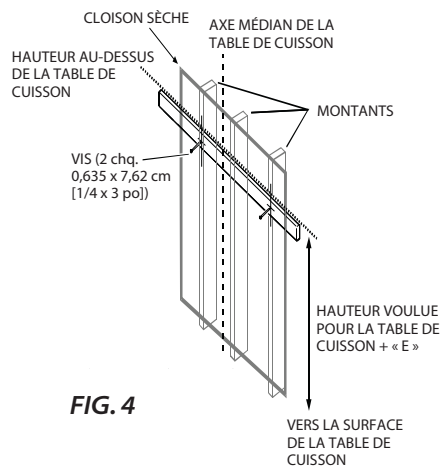

FIG. 4
Après avoir déterminé la hauteur d'installation de la hotte, tracez une ligne horizontale au-dessus de la table de cuisson égale à la hauteur d'installation voulue plus dimensions « E » (voir le tableau de la figure 4).
- Localisez les montants derrière le mur en tapant sur le mur ou en utilisant un localisateur de montants. Localisez un montant d'un côté ou de l'autre de l'axe médian de la table de cuisson qui servira à monter le support en bois tel qu'indiqué à la figure 4.
- Utilisez 2 à 4 vis à bois à tête plate 1/4 x 3 po pour fixer le support au mur tel qu'indiqué à la figure 4. Dans le cas de hottes plus longues, utilisez trois ou quatre montants dans la mesure du possible. Fraisez les têtes pour éviter toute interférence avec la hotte.